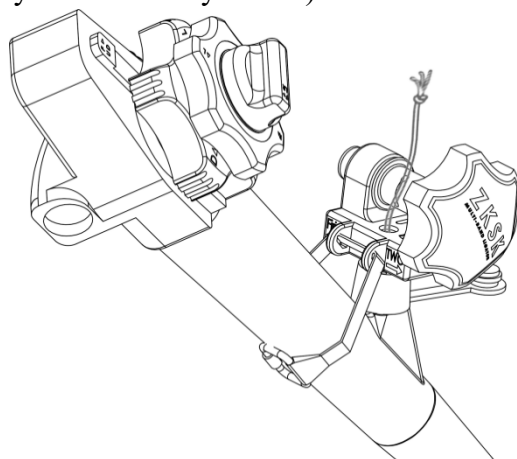

Рисунок 82
5. Потяните за загрузочный катетер со стороны ручки управления без звука щелчка, пока петля спускового тросика из полиэтилена не обнажится, затем зафиксируйте петлю спускового тросика из полиэтилена на втулке ручки управления без звука щелчка многополосного лигатора. Извлеките и утилизируйте загрузочный катетер с крючками из входного отверстия инструментального канала в ручке эндоскопа (Рисунок 82 и Рисунок 83).